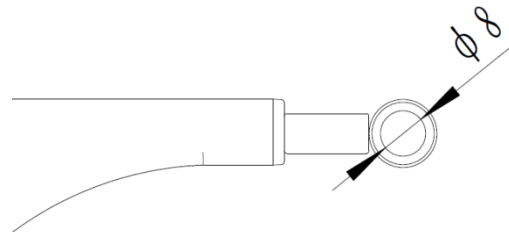

Abbildung 4-3
(3) Zur Befestigung befindet sich am Ende des Mess-Seils eine Ringöse (siehe Abbildung 4-3).